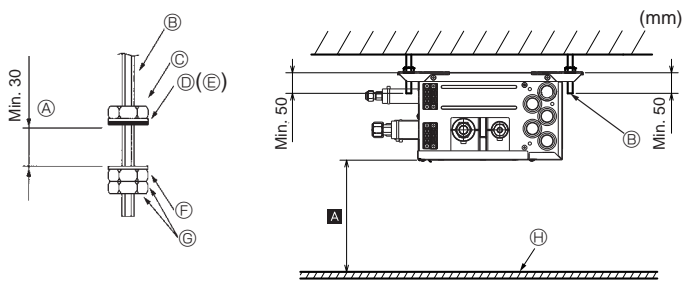

Fig. 6-1
- (2) Τοποθετήστε τις ροδέλες και τα παξιμάδια (1, 2, θα τα προμηθευτείτε από το εμπόριο) στα μπουλόνια ανάρτησης. (Fig. 6-1)
- (3) Κρεμάστε τη μονάδα στα μπουλόνια ανάρτησης.
- (4) Σφίξτε καλά τα παξιμάδια (ελέγξτε το ύψος της οροφής).
- (5) Χρησιμοποιήστε ένα αλφάδι για να ευθυγραμμίσετε το κουτί διακλάδωσης στην οριζόντιο.